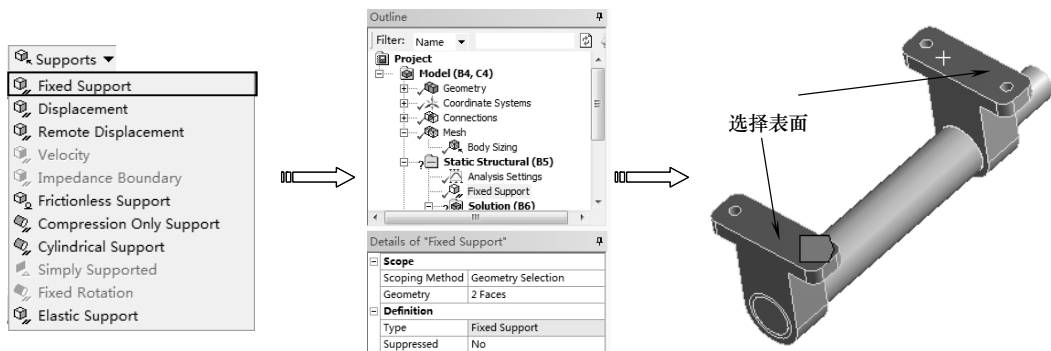

图 6-27 施加固定约束
2) 单击【Environment】工具栏上的【Supports】|【Fixed Support (固定约束)】命令, 单击【图形】工具栏上的选择模式下的【Single Select (单选)】按钮 , 然后再单击【Face (选择面)】按钮 , 在【Details of “Fixed Support”】列表中单击【Scope】选项下的【Scoping Method】项, 选择 4 个圆孔端面, 单击【Geometry】项中的【Apply】按钮完成, 如图 6-27 所示。